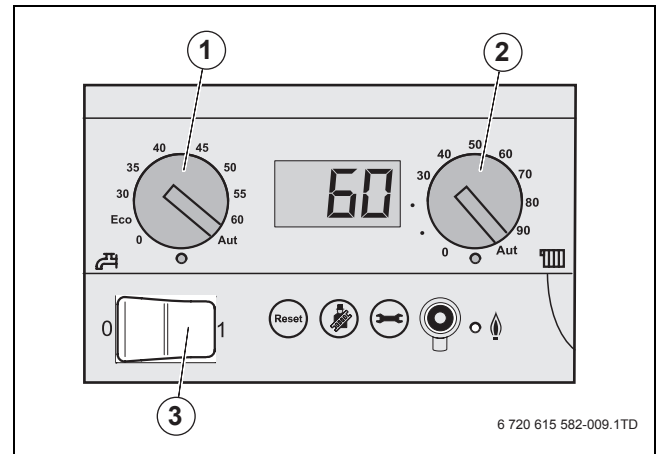

Fig. 9 Painel de controlo do controlador básico
- ▶ Colocar a tecla On/Off (→ fig. 9, [3], página 11) no painel de controlo na posição "1" (ligado).